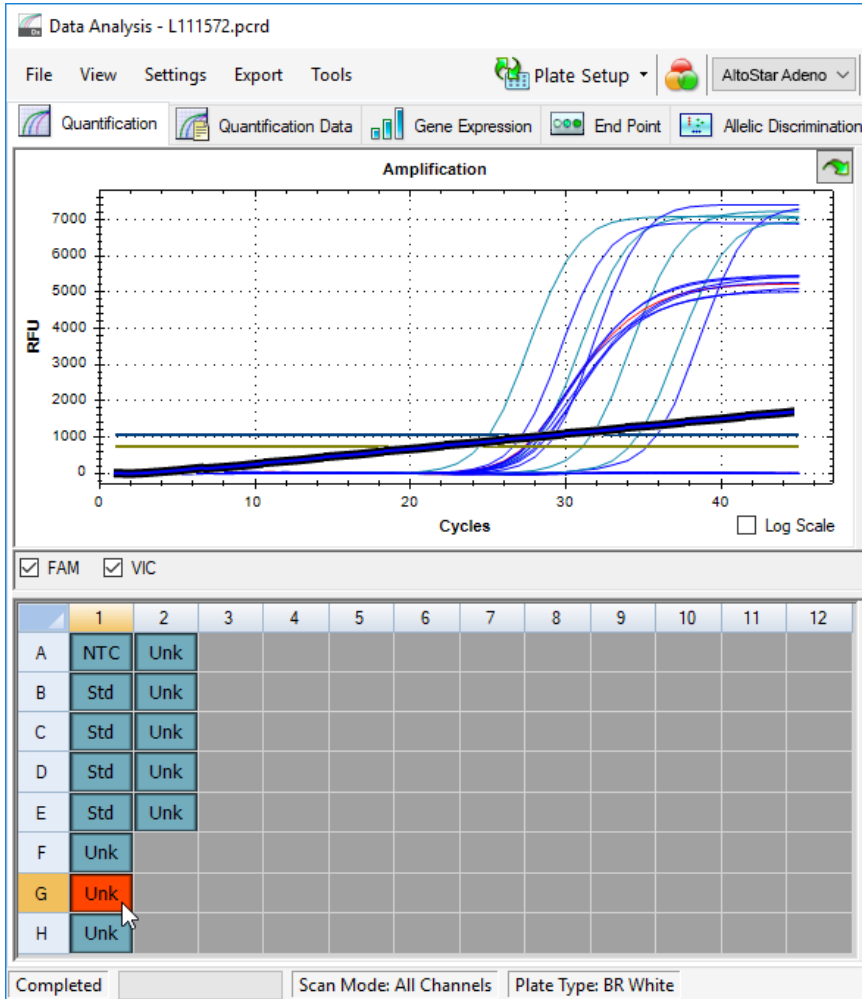

Figure 6: Fenêtre Data Analysis (Analyse des données) : signal PCR irrégulier
2. Identifiez les puits présentant des signaux PCR irréguliers (augmentation linéaire du signal, pics de signal, etc.) dans l'un des canaux de détection FAM™ (cible adénovirus) et VIC™ (IC) (voir la figure 6).